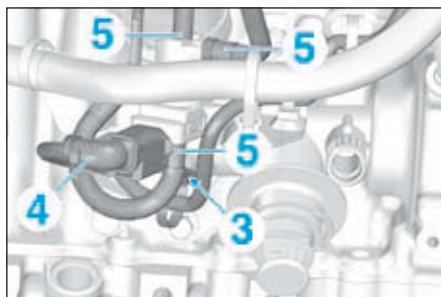

FIG.99
- Déposer l'agrafe (3) (Fig.99).
- le connecteur (4),
- les raccords (5) des canalisations de dépression.